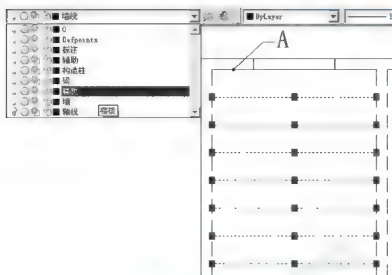

图 5.27 换图层
(2) 换图层: 由于楼板线是由墙线偏移得来的, 所以楼板线目前位于【墙】图层上, 需要将楼板线换到【楼板】图层上。
① 在命令行无命令的状态下选中所有楼板线, 打开【图层控制】下拉列表并选择【楼板】图层, 如图 5.27 所示。
② 按 Esc 键取消夹点, 这样所有被选中的楼板线由【墙】图层换到【楼板】图层上。